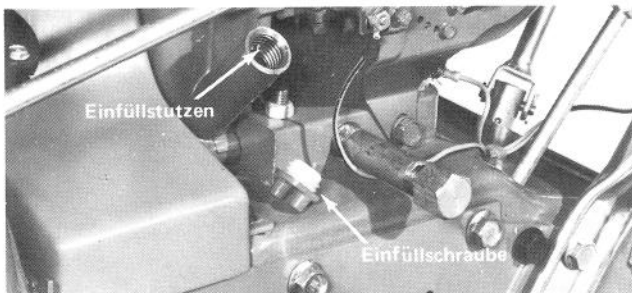
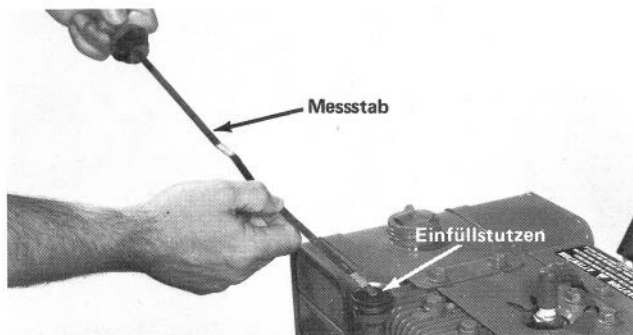

Abb. 16
Abb. 17
3. Die Einfüllschraube (beim Modell 826, Abb. 16) bzw. den Messstab (beim Modell 1132, Abb. 17) aus dem Stutzen herausdrehen.
4. Beim Modell 826 ca. 1,3 Ltr. und beim Modell 1132 ca. 1,4 Ltr. Motoröl langsam in die Einfüllöffnung geissen (Abb. 16 und 17). Es ist hochwertiges Markenöl SAE 5W30, 5W20 bzw. SAE 10 der Klasse MS, SC, SD oder SE zu verwenden.